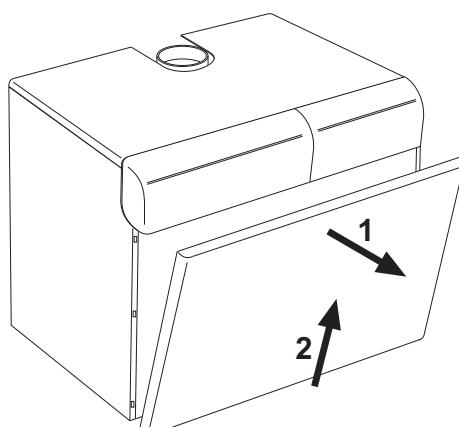

fig. 5 - Ouverture du panneau avant
Pour ouvrir le panneau avant de la chaudière, voir la séquence indiquée fig. 5.
- Oter le panneau avant de la chaudière (fig. 5).